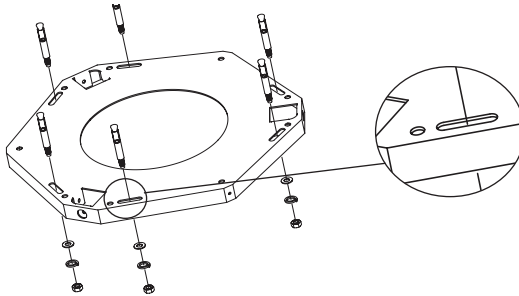

Fig. 22
- Marque os 6 pontos no centro dos furos oblongos [Fig.22].
- Fure as posições marcadas com uma broca de Ø 8 mm e fixe o suporte, usando os 6 parafusos [tipo chumbador, arruelas lisas, de pressão e porcas] que acompanham o produto [Fig.22].
Se o suporte de fixação não estiver corretamente alinhado com o cooktop ou fogão a sua posição poderá ser corrigida, aliviando o aperto dos 6 parafusos dos furos oblongos [Fig.22]. Após corrigido o alinhamento, apertar novamente os parafusos.